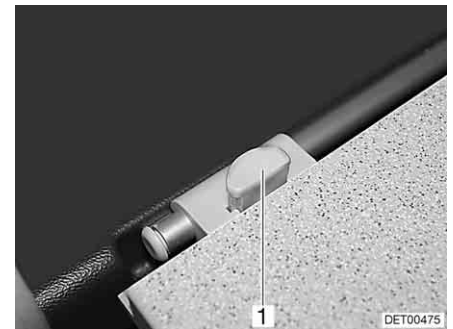

Bild 62 Lås på bordsskivan (variant)
- Om det finns ett lås: Tryck på låsknappen (Bild 62,1) på bordsskivans lås.